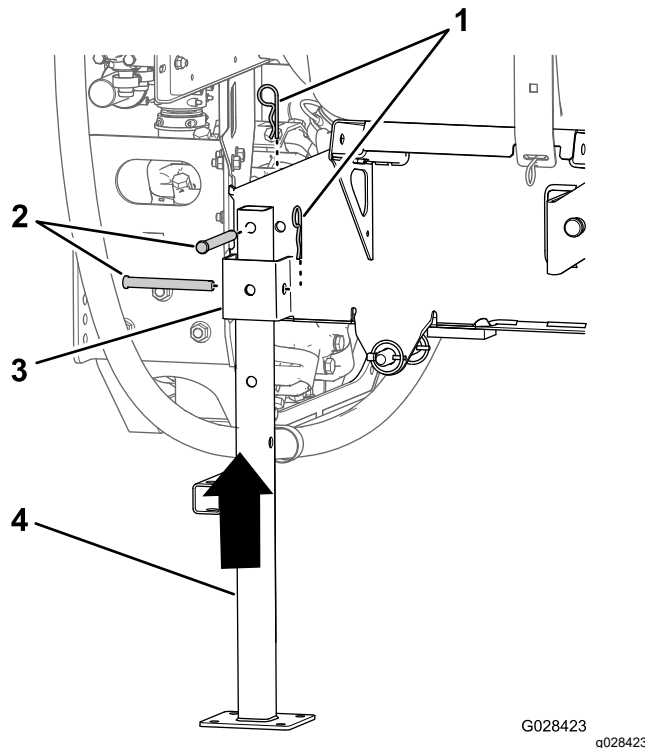

Figura 136
5. Alinai suportul de cric posterior cu receptorul suportului de cric posterior (Figura 136).
6. Alinai orificiul din partea de sus a suportului de cric cu orificiul din cadrul saniei rezervorului (Figura 136)
7. Fixai suportul de cric pe receptor i cadru cu 2 tifturi cu cap i gaură pentru cui spintecat ($\frac{1}{2} \times 4 \frac{1}{2}''$) i 2 tifturi în formă de agrafă ($\frac{5}{32} \times 2 \frac{5}{8}''$), aa cum este indicat în Figura 136.